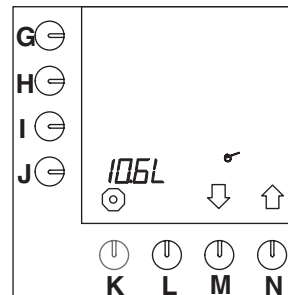

Fig. 30 Volume d'eau total
- Après avoir introduit le code d'accès maître, la fig.30 s'affiche sur l'écran de contrôle.